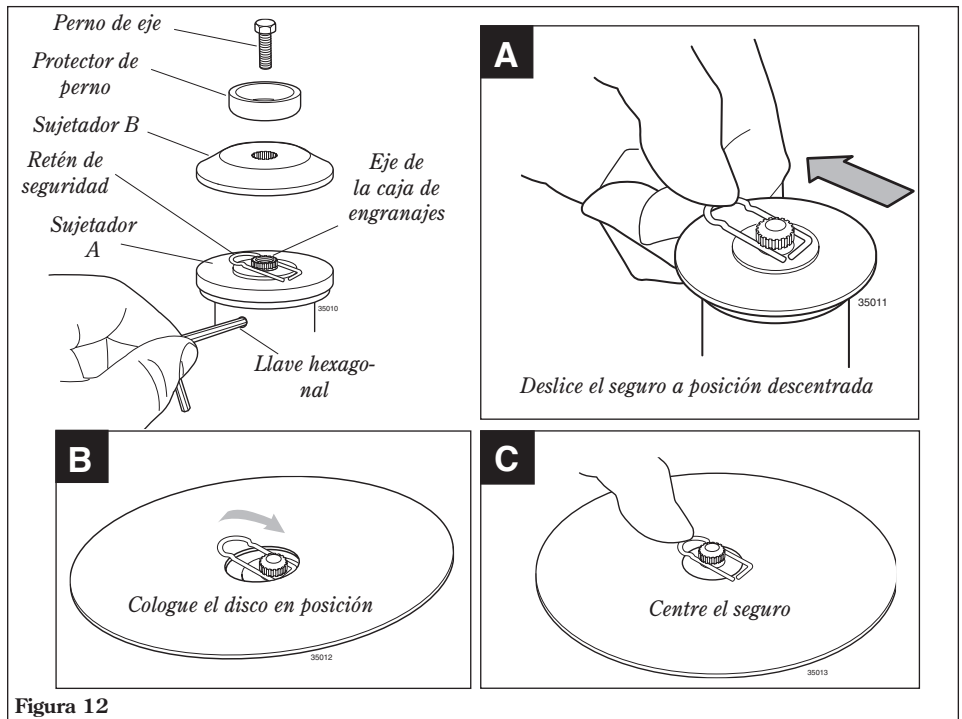

Figura 12
1. Con el eje de salida de la caja de engranajes cara arriba, gire el eje de cambios y el sujetador A hasta que la muesca en el sujetador A se alinee con la muesca en el borde de la caja de engranajes, y luego asegure el sujetador a la caja insertando el lado más largo de la llave hexagonal a través de ambas muescas. Consulte la figura 12.
2. Retire el perno del eje, el protector del perno y el sujetador B. Consulte la figura 12.
3. Deslice el retén de seguridad fuera del centro del eje. Consulte la figura 12-A.
4. Deslice el disco sobre el seguro y sobre el borde del soporte A. Consulte la figura 12-B.
5. Asegure el disco en el eje centrando el seguro. Consulte la figura 12-C.